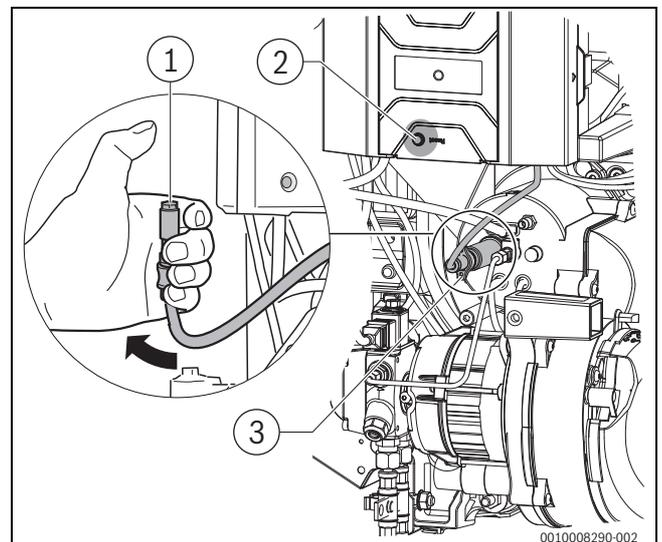

Bild 47 Flammenfühler auf Funktion prüfen
- ▶ Flammenfühler bei laufendem Brenner am vorgesehenen Griff aus der Halterung ziehen (→Bild 47, [3])
- ▶ Flammenfühler mit Daumen abdecken (→Bild 47, [1]). Es muss nach Wiederanlauf eine Störabschaltung erfolgen.
- ▶ Nach einer Wartezeit von ca. 30 Sekunden den Feuerungsautomat durch Drücken der Reset-Taste (→Bild 47, [2]) oder der Reset-Taste am Regelgerät entriegeln.